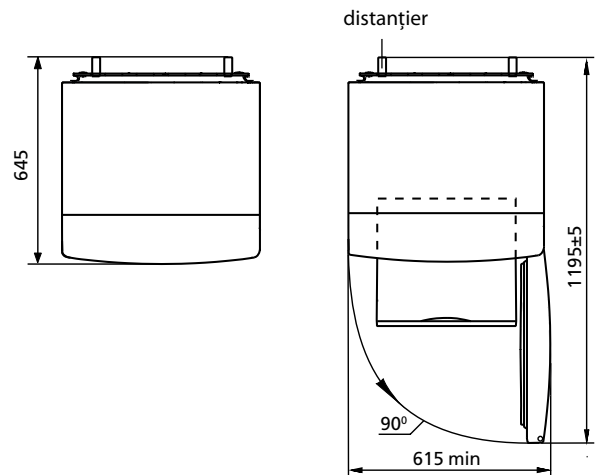

Figura 2 – Frigider (vedere de sus)
**1.4** Spațiul total necesar pentru funcționarea frigiderului se determină de dimensiunile, indicate în milimetri în figura 2. Pentru extragerea liberă a componentelor din frigider este necesar de deschis ușa la unghiul nu mai mic de 90°. Pentru a evita deteriorarea, ușile nu trebuie lăsate să se deschidă mai mult de 180°.